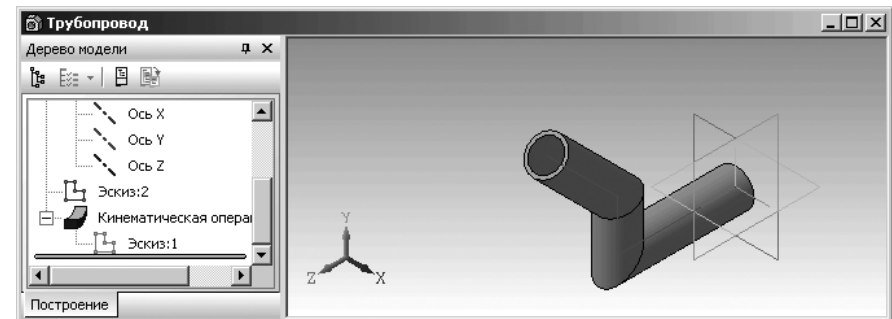

Рис. 2.126. Модель трубопровода с установленной толщиной стенки
- щелкните на **Специальной панели управления** по кнопке **←** – **Создать объект** или нажмите комбинацию клавиш **Ctrl+Enter**. Появится модель трубопровода с установленной толщиной стенки, показанная на рис. 2.126.